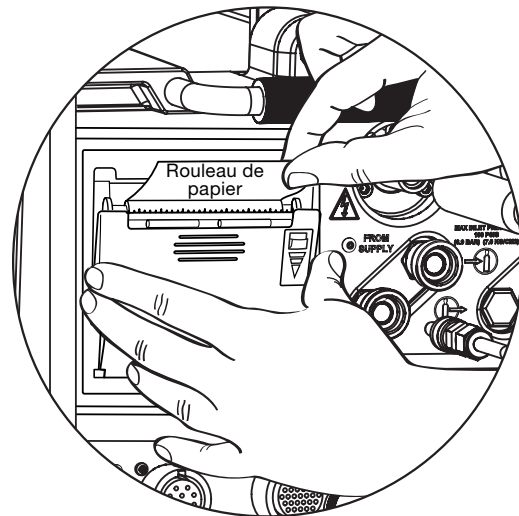

Fig. 53 – Centrer le papier
4. Saisissez l'extrémité du rouleau et fermez la trappe de l'imprimante. Le papier doit être centré (cf. Fig. 53).